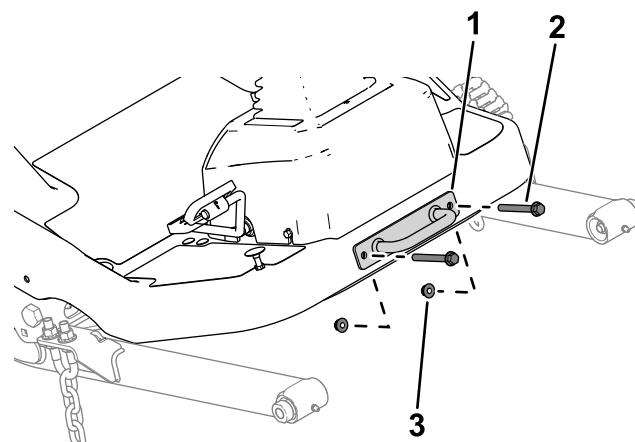

Figura 11
1. Rimuovete la staffa di ancoraggio dalla piattaforma (Figura 11).